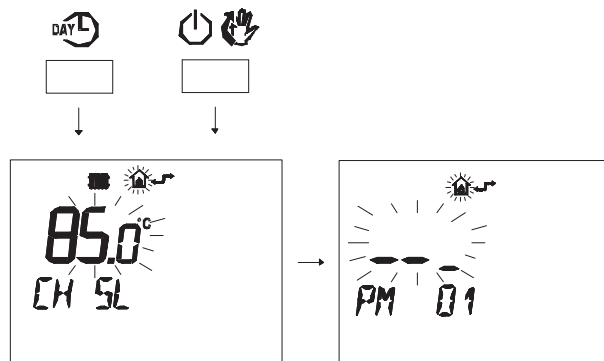

Fig. 5.87
- Premere contemporaneamente i pulsanti  e  per entrare nella programmazione trasparente (Fig. 5.87)